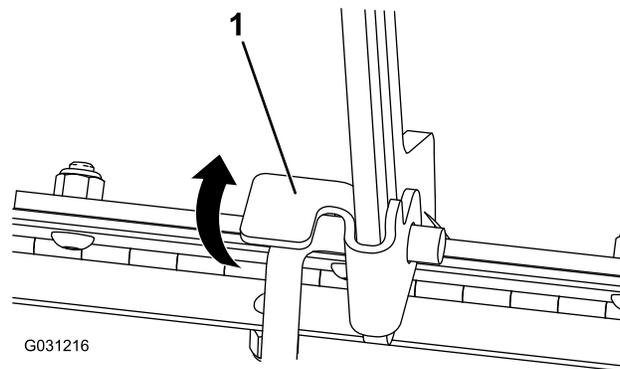

Рисунок 37
- Приподнимите лапку, которая крепит опорную стойку (Рисунок 37)